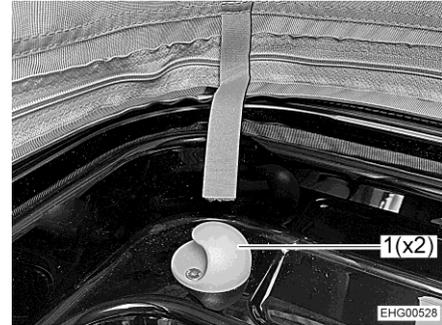

Fig. 58 Supporto
- Agganciare la rete protettiva ai due supporti (Fig. 58,1).